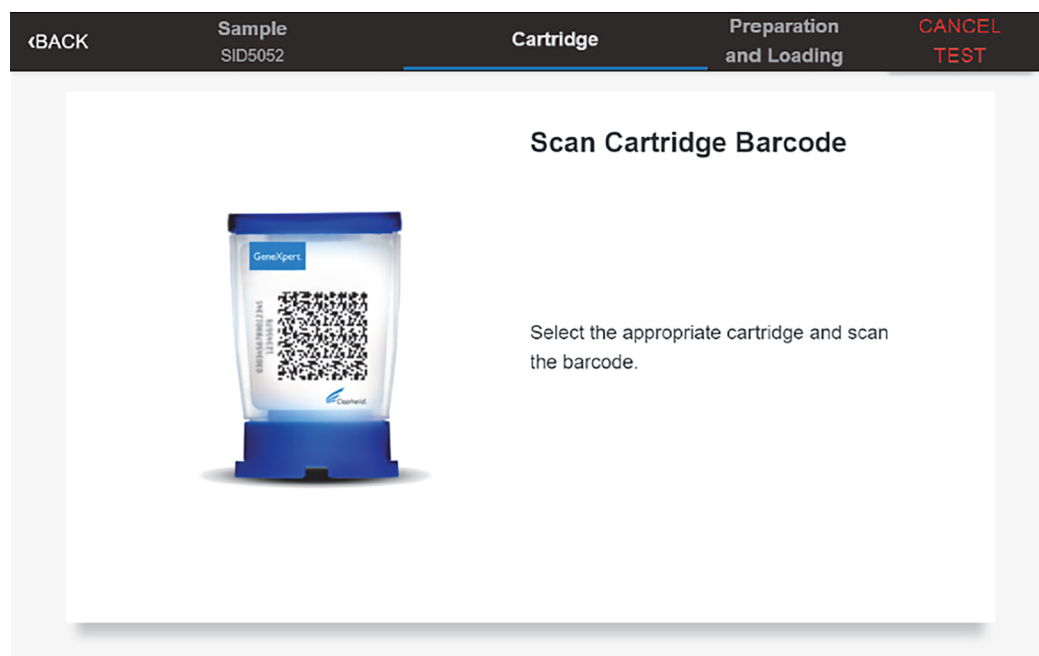

Figure 17. Écran Scanner le code-barres de la cartouche (Scan Cartridge Barcode)
4. Vérifiez l'identifiant de l'échantillon et appuyez sur **CONFIRMER (CONFIRM)**. L'écran Lire le code-barres de la cartouche (Scan Cartridge Barcode) s'affiche (voir la Figure 17).